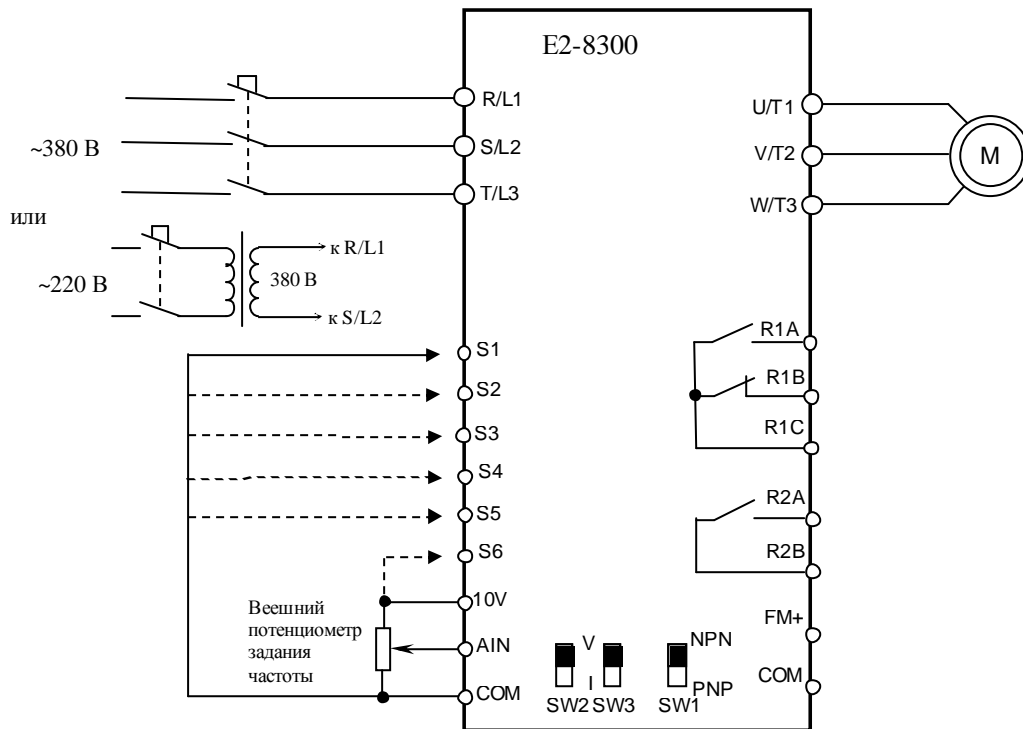

Рис. 4.11 Диагностика цепей управления E2-8300-020H v.2.8 и ниже.
- 4.13.1. Подключить электродвигатель к выходным клеммам T1, T2, T3 (рис.4.11).